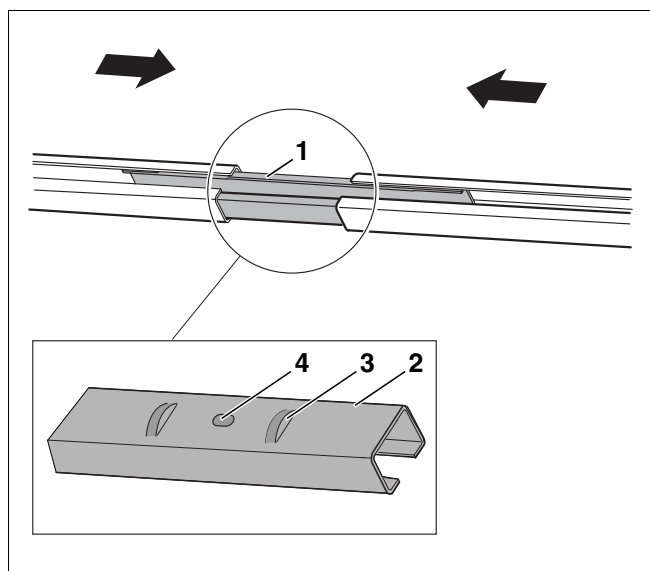

Fig. 12 Acoplar los perfiles guía
Si desea montar varios colectores (al menos dos), debe unir cada uno de los perfiles guía (arriba y abajo) con piezas de unión (fig. 12, **pos. 1 y 2**).
- ▶ Deslice las piezas de unión (fig. 12, **pos. 1**), en los perfiles guía hasta el dispositivo de enclavamiento (fig. 12, **pos. 3**).
Para comprobar que el puente del soporte del colector se haya montado de manera centrada dispone de una perforación (fig. 12, **pos. 4**) situada en la pieza de unión.